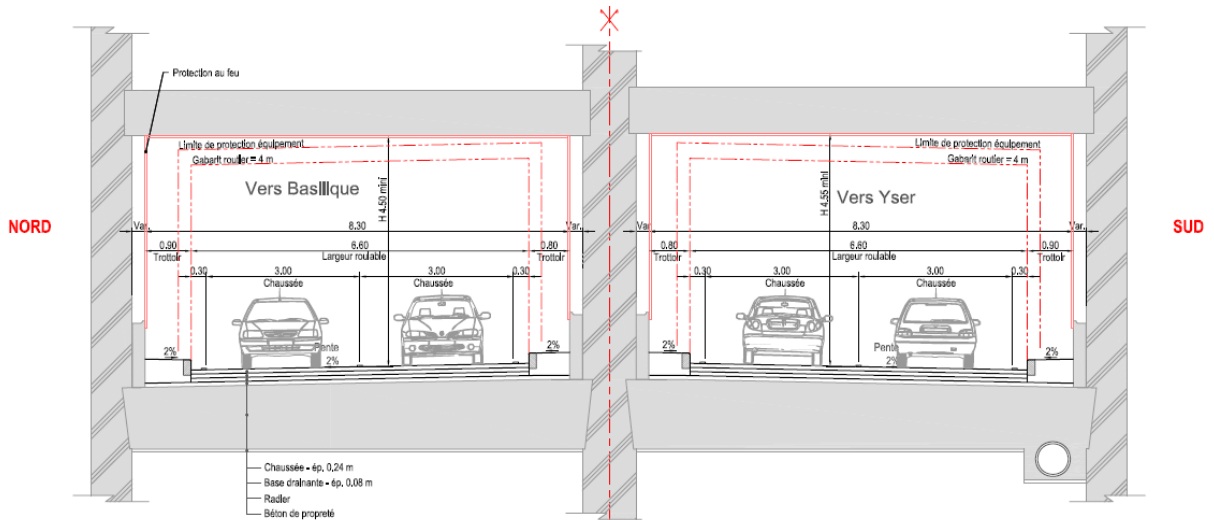
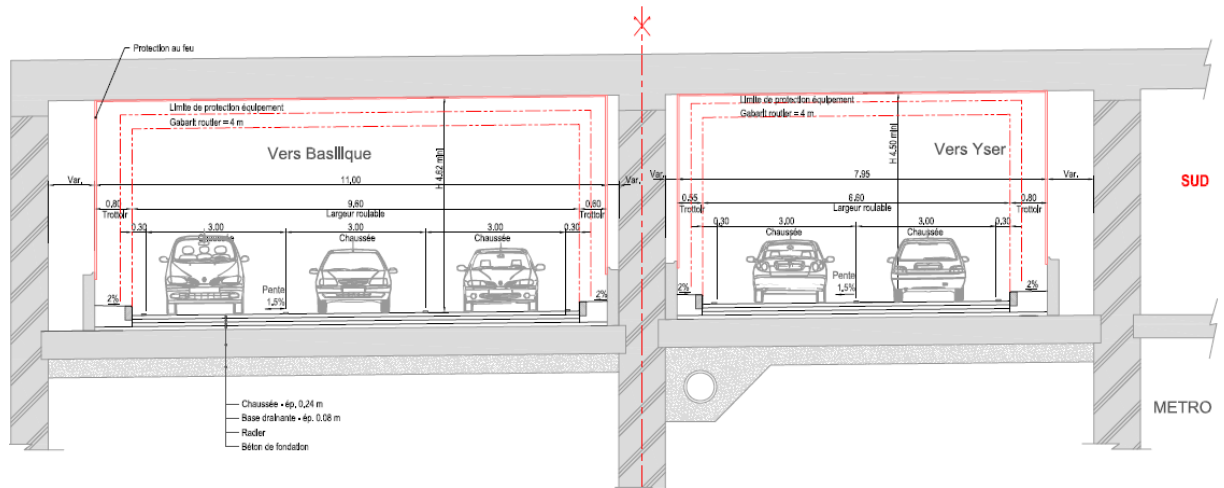

Figura 4 – Sección transversal del túnel Leopoldoll
Figura 5 – Túnel Leopoldoll – Sección transversal cerca de Basillique
- 2 carriles en cada sentido (**Figura 4**), excepto en los carriles de entrada o de salida (**Figura 5**),